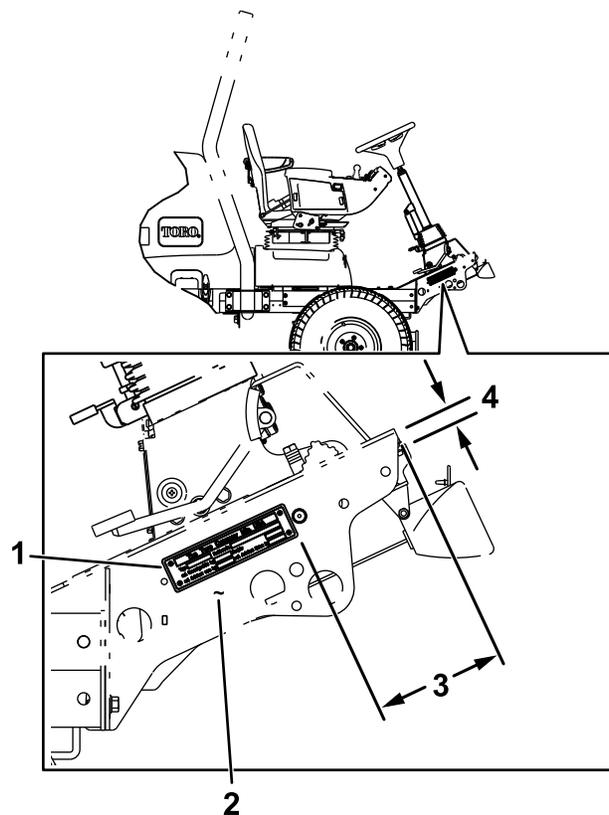

Figura 25
4. Coloque a placa da matrícula no lado direito da máquina a 6 mm acima da extremidade inferior (Figura 25). Utilize a placa de matrícula como modelo e faça quatro furos (3 mm).
6. Coloque o número de série na estrutura, perto da placa de número de série (Figura 25).